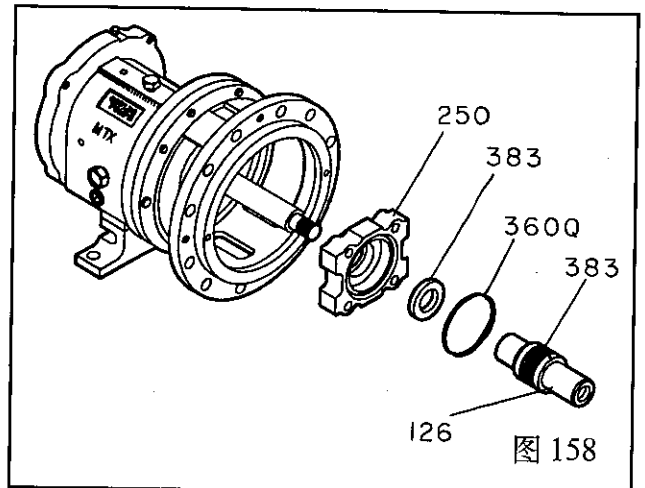

图 158
12. 将带有静环的压盖(250)轻移至轴上, 移近连接架 (图 158)。